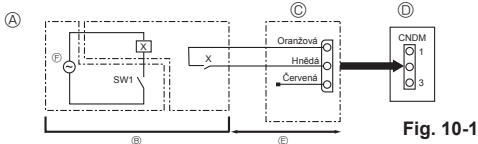

Fig. 10-1
10.1. Režim nízké hluchosti (úprava na místě) (Fig. 10-1)